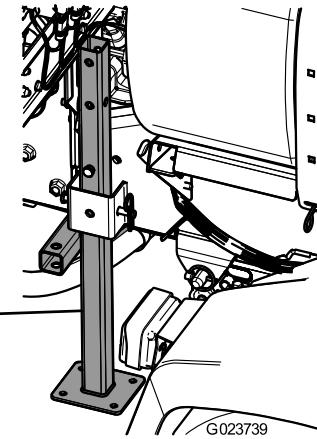

Figure 48
3. Insérez les pieds de support arrière par le bas du cadre, près des points d'attache arrière (Figure 48).